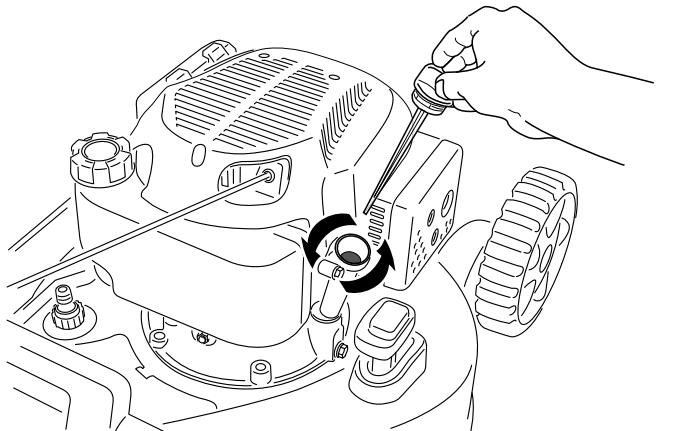

Figura 25
- Girate il tappo in senso antiorario ed estraete l'asta di livello (Figura 25).
usato attraverso il tubo di riempimento (Figura 25).